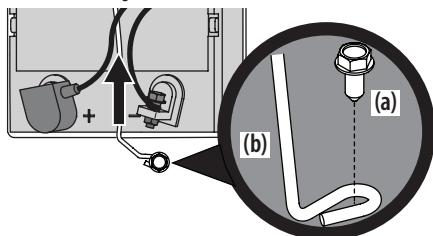

Figure 15
- Retirez la vis à bride hexagonale (a) fixant le support de fixation de la batterie (b) au châssis. Relevez ensuite le support de fixation de la batterie (b) pour dégager la batterie. Consultez la Figure 15.